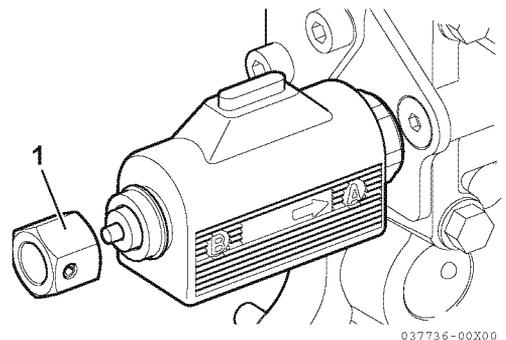

**Figure 8**
1. Avec le(s) moteur(s) à l'arrêt, retirez le bouchon (1, **Figure 8**) et l'écrou d'urgence (2, **Figure 8**).